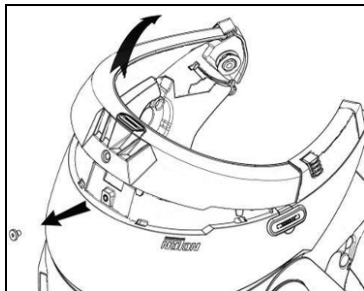

Fig. 1
- Fjern skruen på pakningen, der sidder på styrthjelmens kant ved brug af den relevante nøgle (Fig. 1).
- Fjern fuldstændigt pakningen på kanten, som vist på Fig. 1, og fjern desuden polstringen.